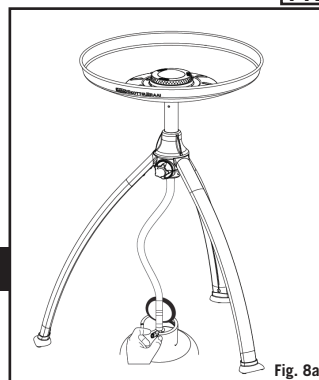

Fig. 8a
- Réglez l'intensité de la flamme au niveau souhaité en tournant le bouton de commande (K) dans le sens des aiguilles d'une montre pour diminuer la flamme et dans le sens inverse pour l'augmenter (Voir Fig. 8a et b).
- Après utilisation, commencez par fermer le robinet de la bouteille à gaz (le cas échéant). Lorsque la flamme est éteinte, fermez le robinet (K) de l'appareil en tournant le bouton de commande (K) totalement dans le sens des aiguilles d'une montre.
Allumage avec une allumette ou un allume-barbecue (Voir Fig. 8a et 8b)